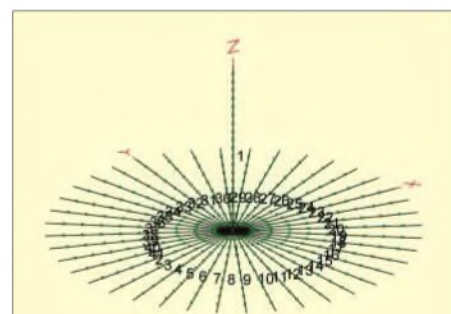

Bild 3: Vertikalstrahler mit 40 Radials, ebenfalls entstanden aus dem Radial-Prototyp in Bild 1
Somit bleibt uns nichts anderes übrig, als wieder auf zehn Segmente pro Radial zu erhöhen und den dichten Radialstern aus 100 Drähten etwas dünner zu modellieren. Wir versuchen es mit 40 Radials, was auch noch eine ganze Menge ist, vor allem, wenn wir diese Radials im Garten auslegen müssten... EZNEC ist nun zufrieden: *All Guideline Checks ok*, 420 Segmente auf 41 Drähten sind nun insgesamt verwendet. Bild 3 zeigt die Antenne (3) Vert40Rad(a).ez.